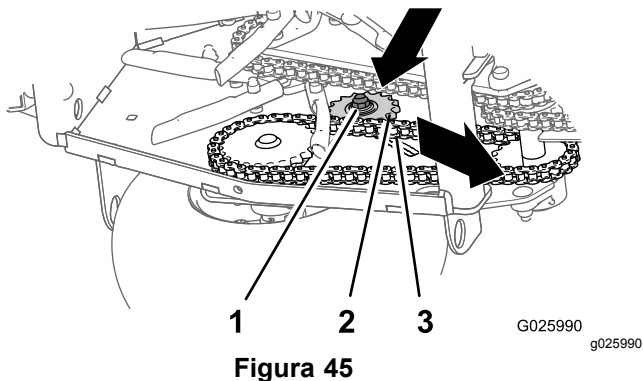

Figura 45
3. Compruebe la tensión de las cadenas de las ruedas motrices (Figura 45).
4. Afloje la contratuerca y el perno de cuello cuadrado que sujetan el piñón del tensor (Figura 45).
- Presione hacia abajo y hacia adelante sobre el piñón para aumentar la tensión de la cadena, según se muestra en la Figura 45.